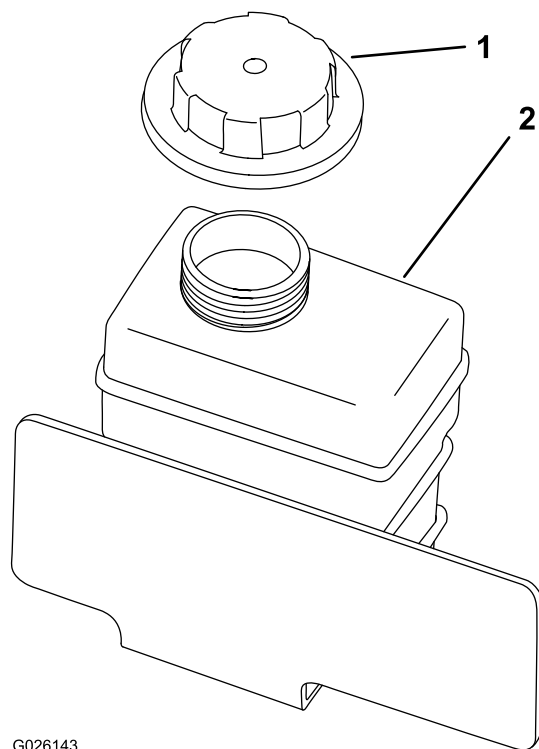

Figura 53
4. Rimuovete il tappo del serbatoio di riserva (Figura 53).
8. Rabboccate lentamente il serbatoio di riserva del refrigerante fino alla base del collo del bocchettone di riempimento (Figura 53).
9. Rimuovete il tappo del serbatoio di riserva (Figura 53).